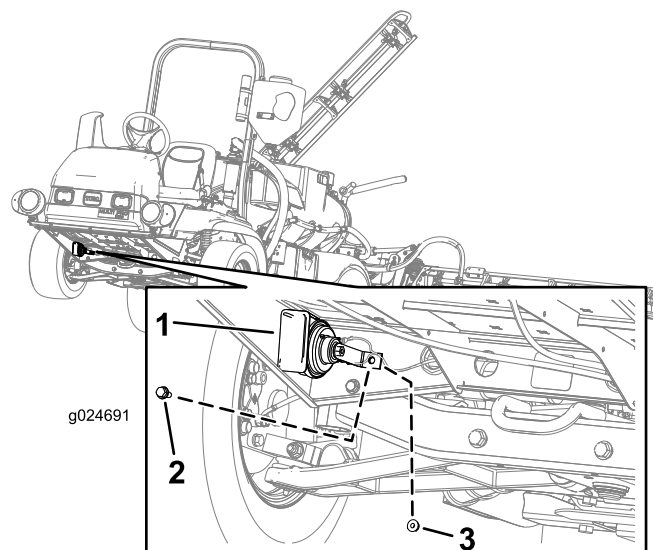

Figura 21
3. Alinhe o orifício da perna curta de 90° com o furo no canal da plataforma traseira (Figura 21).
4. Monte o suporte de 90° no canal da plataforma com o parafuso de cabeça flangeada (5/16 x 3/4 pol.) e a porca flangeada (5/16 pol.) como se mostra na Figura 21.